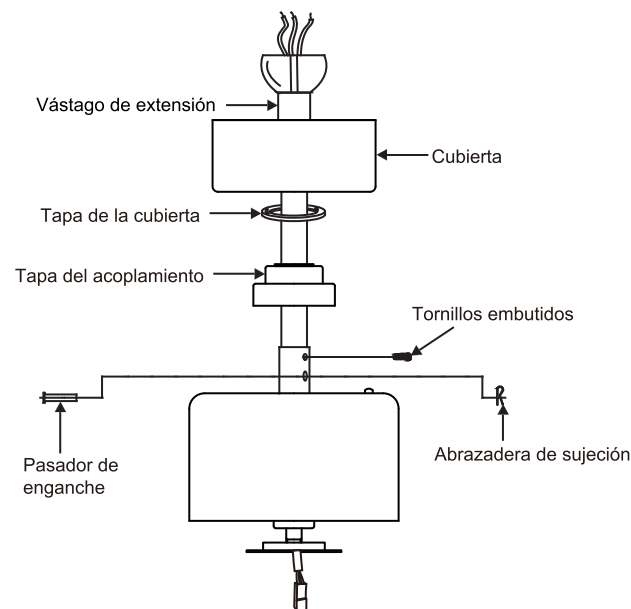

Fig. 9
Paso 8. Deslice la tapa de acoplamiento, la tapa de la cubierta y la cubierta sobre el vástago de extensión. (Fig. 9)
Enrosque la bola colgante en el vástago de extensión, inserte el pasador transversal en el vástago de extensión y ajuste. Ahora, ajuste el tornillo embutido. (Fig.9)